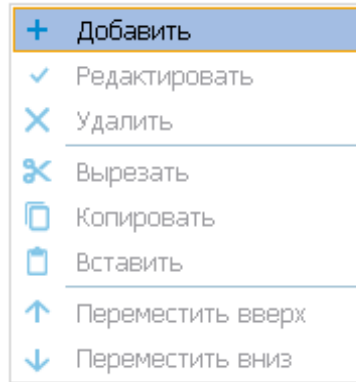

Рисунок 389
2) Щелкните правой кнопкой мыши по окну и в контекстном меню выберите команду **Добавить** (рисунок 389).